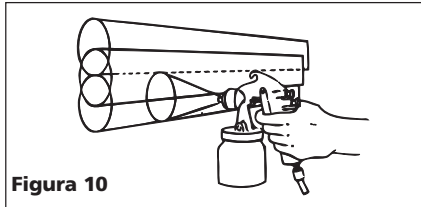

Figura 10
- Los empates entre cada mano deben ser suficientes para obtener un acabado parejo al final (Vea la Figura 10).